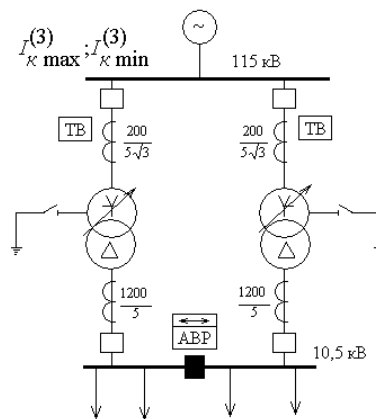

Рис.7.
4. Двухтрансформаторная подстанция промышленного предприятия получает питание от шин системы (рис.7). Установившееся значение тока трёхфазного КЗ на шинах системы в максимальном режиме составляет 8100 А, в минимальном режиме – 7500 А. Трансформаторы, установленные на подстанции - ТДН-16 МВА; $115 \pm 9 \times 1,78\% / 11$ кВ; $u_{к.ср} = 10,5\%$, $u_{к.мин} = 9,8\%$, $u_{к.макс} = 11,7\%$. На стороне 10 кВ трансформаторы работают раздельно. Параллельная работа трансформаторов не предусматривается. На секционном выключателе установлено устройство АВР. Выбрать схему токовых цепей максимальной токовой защиты трансформатора, определить параметры её срабатывания и оценить её чувствительность